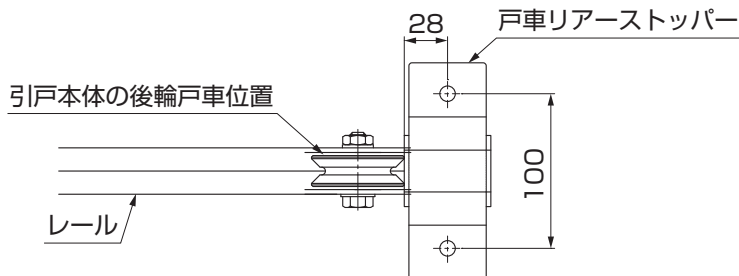

図13-3
③引戸本体を開けた状態で引戸本体の戸車の後輪の位置にあわせて戸車リアーストッパーを位置合わせしてください。(図13-3参照)
(2) 下穴の加工